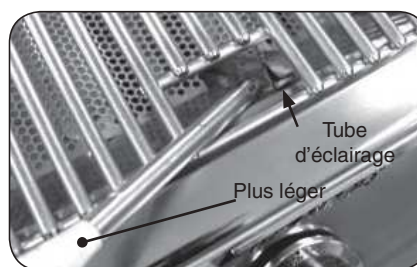

Fig. 22-2 - Éclairage manuel
2. Passez un allumeur brûlant de butane de long-baril ou une allumette brûlante de long-tige dans la grille à cuire s'ouvrant au dessus du tube d'éclairage. (Fig. 22-2). Pour des backburners, tenez la flamme contre la surface du backburner.
4. Si le brûleur ne se allume pas dans les cinq (5) secondes de tourner le bouton de commande, enfoncez immédiatement le bouton et tournez la valve à AU LOIN. ATTENDEZ CINQ (5) MINUTES avant de répéter les étapes 2 à 4 des instructions manuelles d'éclairage.